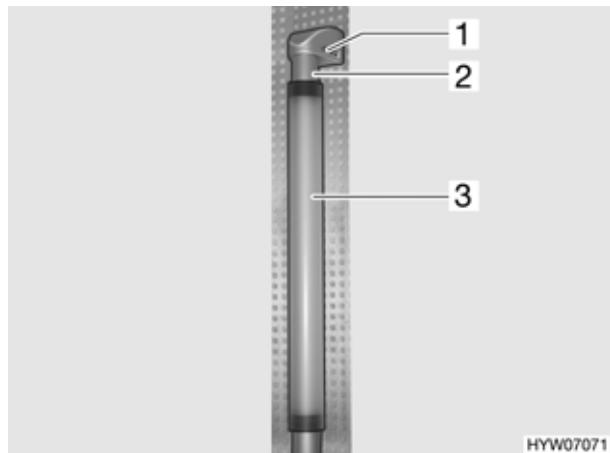

Fig. 168 Luce area cottura
- Tirare il vetro della luce (Fig. 168,1). Iniziare ad estrarre la luce area cottura tirando sempre a destra o a sinistra.